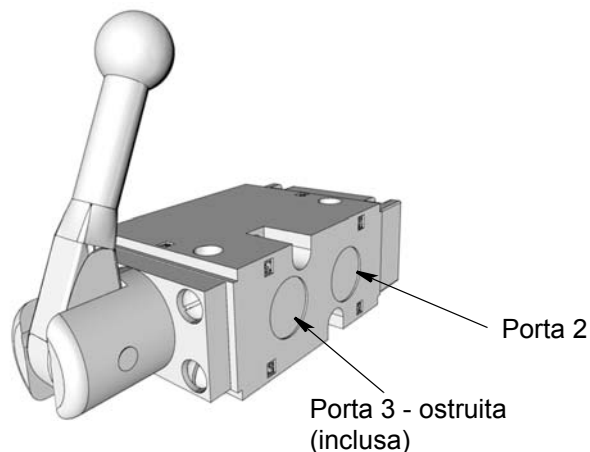

FIG. 14
- b. Collegare la porta 2 al motore pneumatico della bobina (FIG. 14).